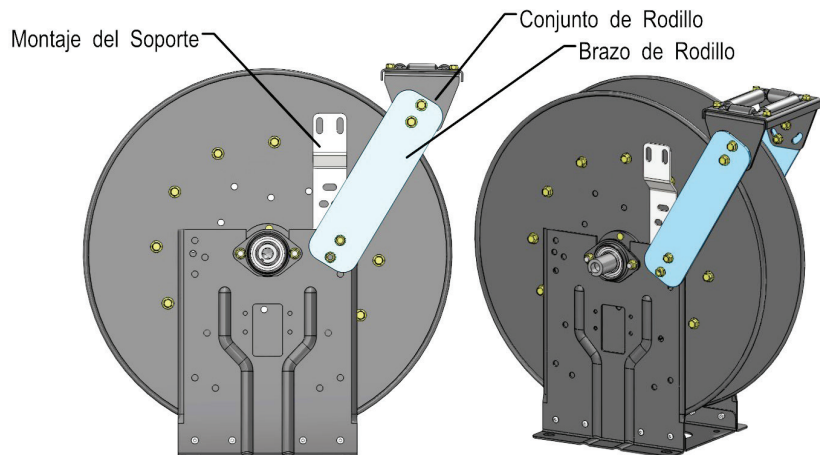

Figura 6 – Carrete con rodillos en la posición “VR”
4. Gire los brazos del rodillo hacia arriba a la posición VR (Figura 6), hasta que los agujeros en el rodillo y el soporte de resorte se alineen con los agujeros en el armazón. Reinstale y apriete los pernos.
6. Gire el conjunto de rodillo hasta que se señala en la misma posición que se muestra en Figura 6.